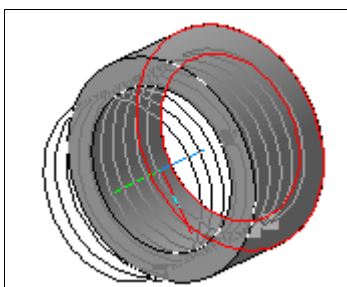

Рис. 6.28. Фантом спирали цилиндрической
- ◆ нажмите кнопку **Создать объект**. Спираль построена (рис. 6.28). В Дереве модели появился элемент **Спираль цилиндрическая:1** со своей пиктограммой.